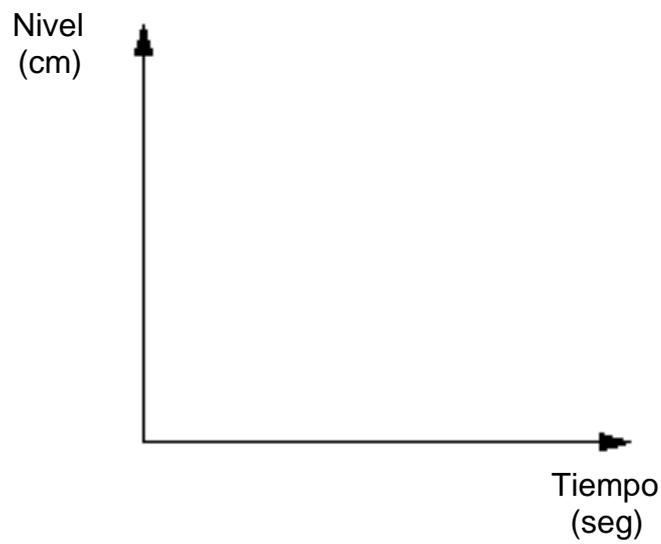

Fig. 12.2
- 7) Trazar la curva de la respuesta dinámica con anillo cerrado (fig. 12.2).